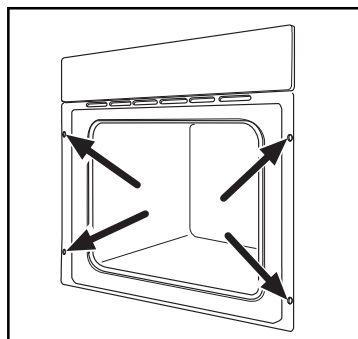

Fig. 33
- Ouvrir la porte du four et fixer le corps du four au meuble à l'aide de quatre vis à bois s'adaptant aux trous pratiqués à cet effet sur les montants latéraux (Fig. 33).